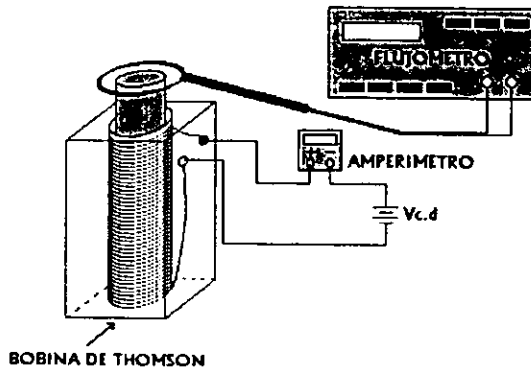

FIGURA 3
1. Armar el circuito de la figura 3.